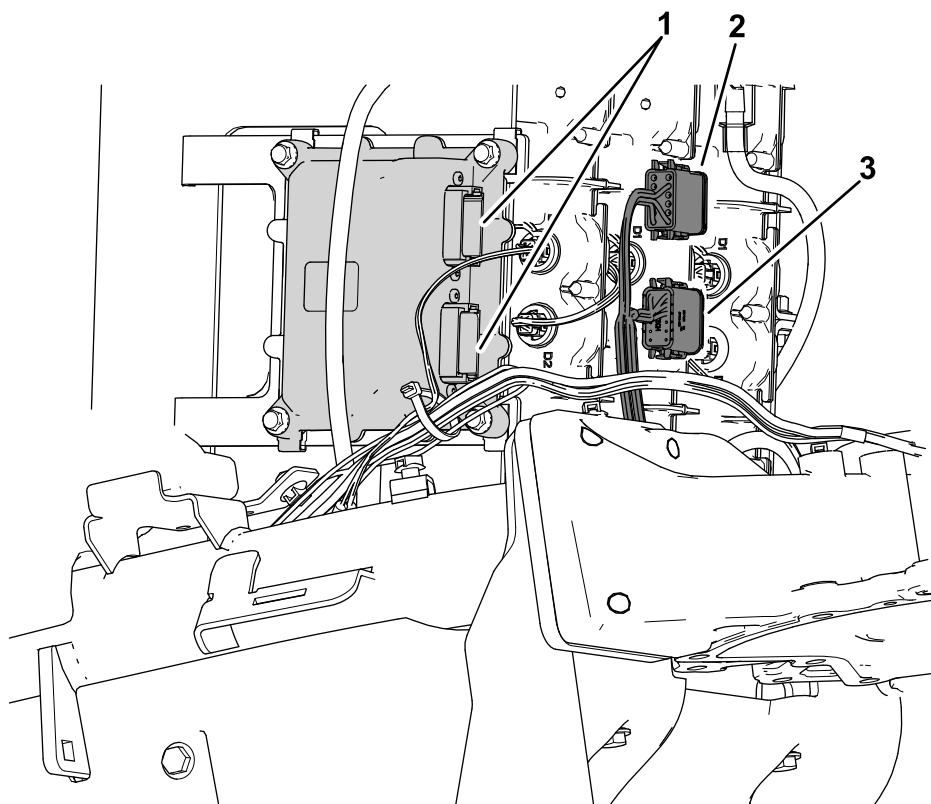

Figura 31
3. Sujete los conectores existentes del arnés de cables de la máquina marcados P02 y P03 al controlador TEC (Figura 31).